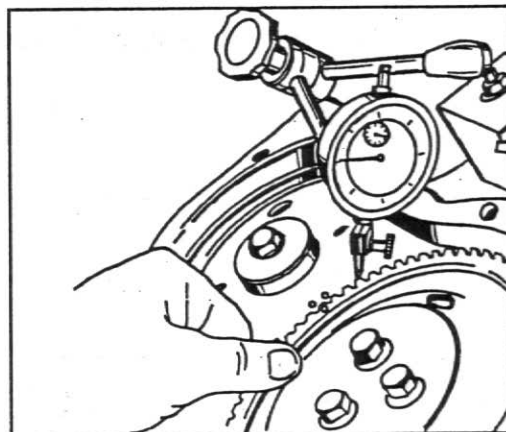

Fig. 19
15. Verifique a folga entre dentes com o relógio microcomparador. Folga mínima de 0,076 mm ou 0,003 pol, fig.19.